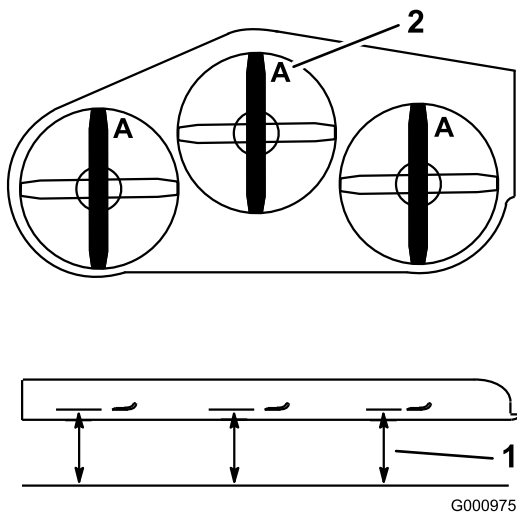

Bild 93
3. Drehen Sie die Schnittmesser, bis die Enden nach vorne und hinten gerichtet sind (Bild 93).
4. Messen Sie von einer ebenen Fläche bis zu den Schnittkante (Position A) der Messer (Bild 93).